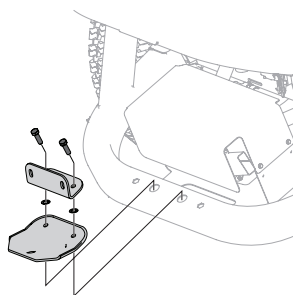

Figure 4
- Installez l'ensemble du support sur le châssis inférieur du tracteur au moyen de deux vis (710-0376). Consultez la Figure 4.